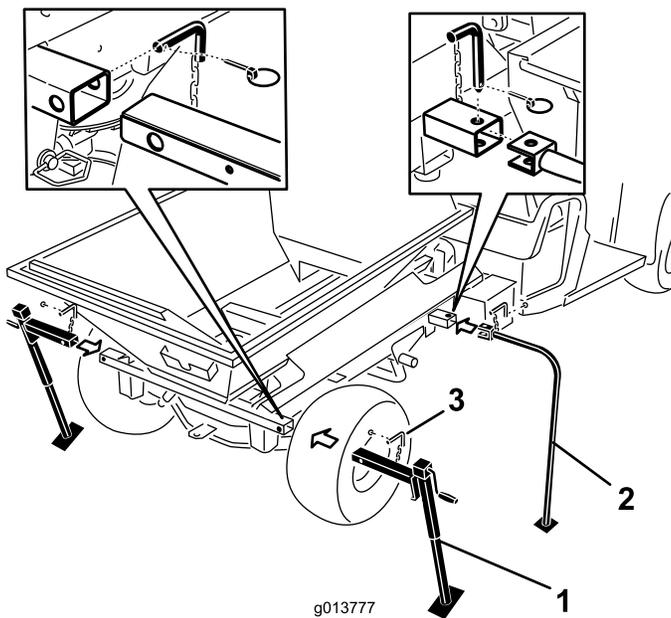

Bild 52
7. Setzen Sie vorderen Abstellstützen und die hinteren Achsständer in die Maschinenrohre und befestigen sie mit Arretierbolzen (Bild 52).